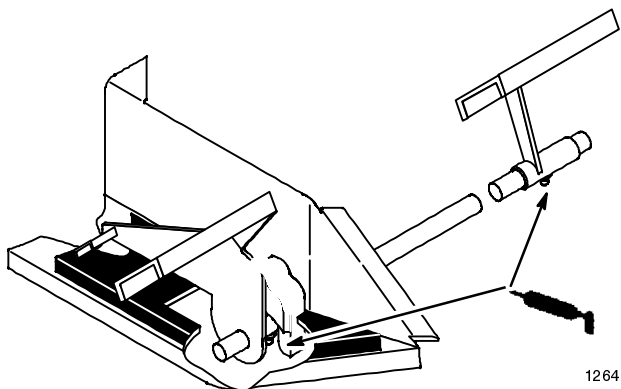

Bild 26
3. Fetten Sie das Fahrpedal an Modellen mit hydrostatischem Antrieb (oder die Brems- und Kupplungspedale an Maschinen mit herkömmlichem Getriebe), wo die Pedale auf einem Stift geschwenkt werden (Bild 26).